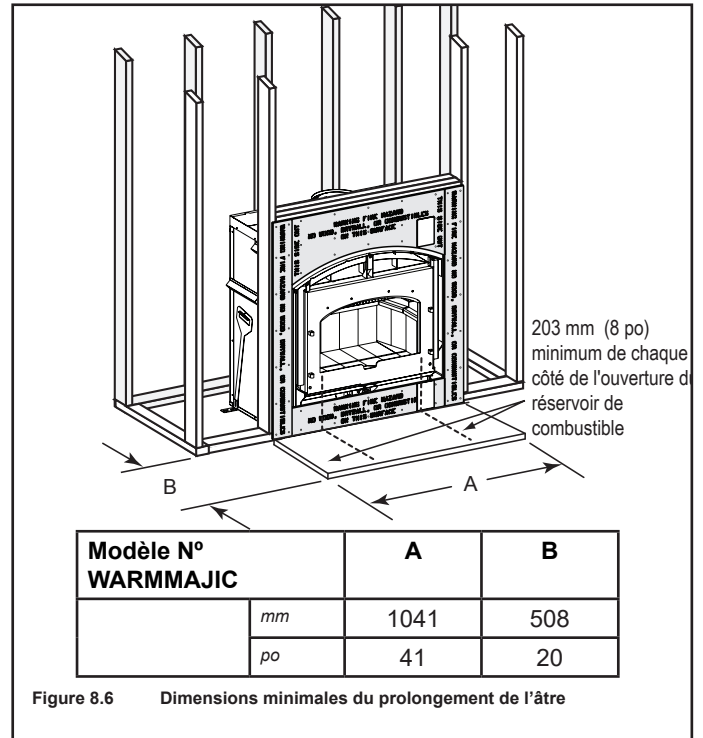

Figure 8.6 Dimensions minimales du prolongement de l'âtre
- Reportez-vous à la figure 8.6 pour connaître les dimensions minimales.
Un plancher incombustible d'un minimum de 508 mm (20 po) à l'avant et 203 mm (8 po) de chaque côté de l'ouverture du réservoir de carburant est requise, comme le montre la figure 8.6.
Un plancher incombustible d'un minimum de 508 mm (20 po) devant et 8 po. (203 mm) sur chaque côté de l'ouverture à combustible (voir la figure 8.6).